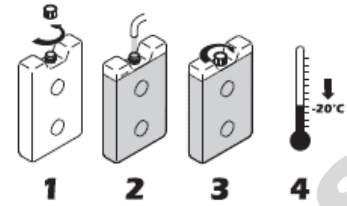

Figura 1: Preparación de los paquetes de agua
- Llene los paquetes de agua con agua limpia y fría como se muestra en la figura 1. Los paquetes de agua deben llenarse en posición vertical. El nivel de llenado no debe exceder el nivel indicado. El espacio de aire restante permite la expansión del agua cargada, que se produce durante la cristalización cuando el líquido pasa al estado sólido.